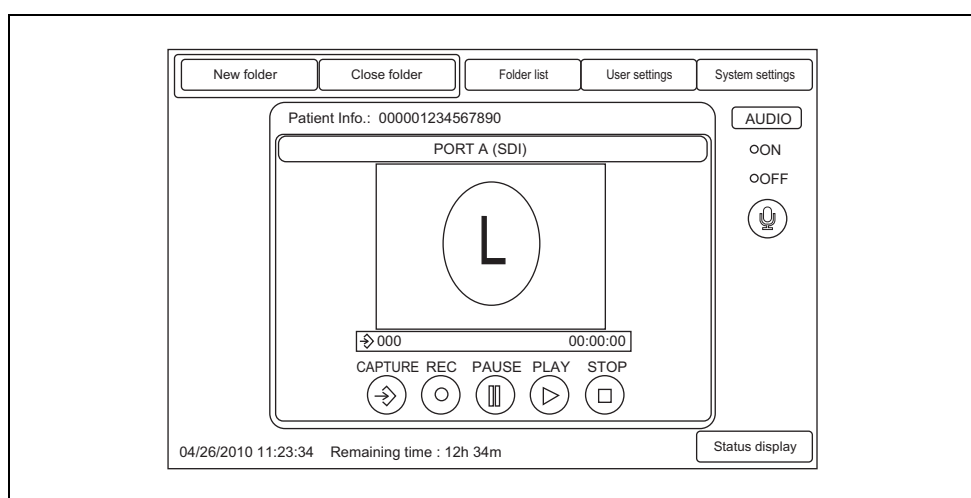

Рисунок 7.3
- Если эндоскопические изображения записываются из модуля визуализации в режиме 2D или из видеоинформационного центра для устройства MASTER, эндоскопическое изображение отображается на передней сенсорной панели IMH-20, как показано на рис. 7.3. (L: изображение левого глаза)